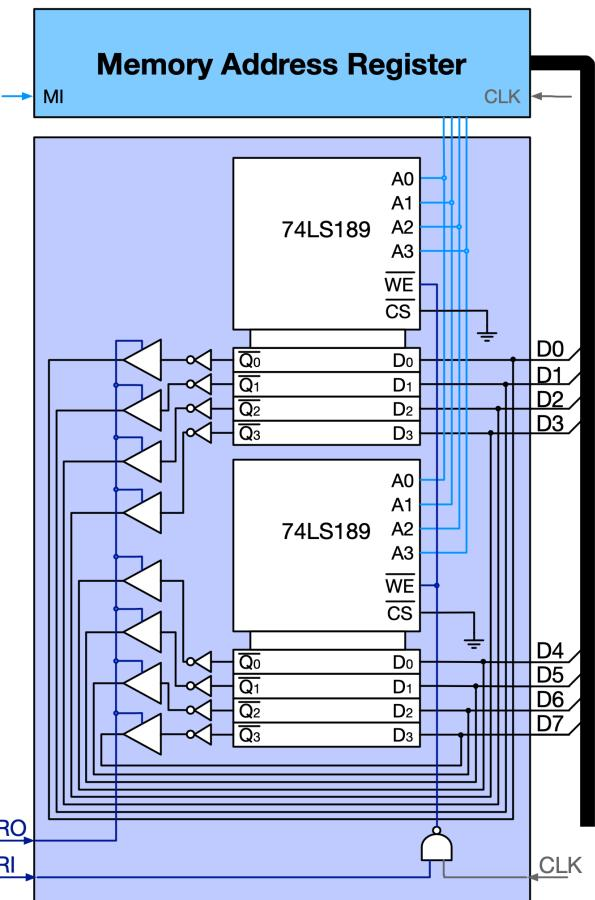

Bild 70 – Schaltung des RAM-Moduls (vereinfacht)
In Bild 70 siehst du, wie die vier Adress-Leitungen vom Memory Address Register auf die beiden RAM-ICs geführt sind. Der obere IC speichert die vier LSB (*least significant Bits*), der untere die vier MSB (*most significant Bits*) vom Datenbus. Da die Ausgänge der beiden ICs jeweils invertiert sind, müssen sie über die NOT-Gates wieder zurück-invertiert werden. Danach sind die Ausgänge auf Tri-State-Buffer geführt: Nur wenn der Eingang RO (RAM Out) aktiviert ist, werden die Werte aus jenem RAM-Speicherplatz, der durch die Address-Eingänge ausgewählt ist, auf den Bus geschrieben. Damit Daten ins RAM geschrieben werden können, muss erstens der Eingang RI (RAM In) aktiv sein und zweitens eine positive Clock-Flanke erfolgen: Dann ist der Write-Enable-Eingang (WE) für kurze Zeit aktiv und die Werte vom Datenbus werden in die ausgewählte Speicher-Adresse geschrieben.
Dieses Video zeigt den ersten Teil zum Aufbau des RAM-Moduls wie du es in Bild 70 (vereinfachte Schaltung) siehst.